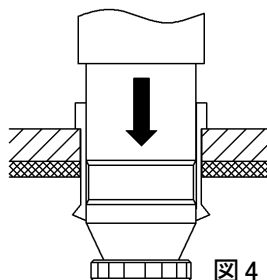

図 4
14) 抵抗を感じたまま、さらに送りハンドルを回して送りをかける。(図 4)